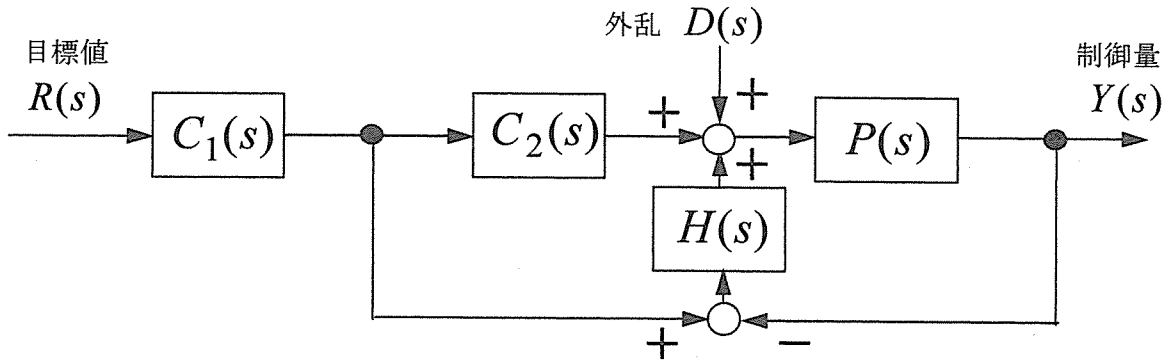

図3 フィードバック制御系
IV 図3のフィードバック制御系について考える。 $R(s)$, $Y(s)$, $D(s)$ は、それぞれ目標値 $r(t)$, 制御量 $y(t)$, 外乱 $d(t)$ のラプラス変換を表す。
まず、図3において、つぎの(1), (2)の問いに答えよ。
- (1) $R(s)$ から $Y(s)$ までの伝達関数を求めよ。
- (2) $D(s)$ から $Y(s)$ までの伝達関数を求めよ。
つぎに、図3において $P(s) = \frac{1}{s^2 + 2s + 3}$, $C_1(s) = \frac{1}{1 + \tau s}$, $H(s) = K_1$ とおく。 K_1 と τ は正の定数とする。つぎの(3), (4)の問いに答えよ。
- (3) 目標値 $r(t)$ を零とする。外乱 $d(t)$ が単位ステップ関数であるとき、制御量 $y(t)$ の定常値を 0.1 とする K_1 を求めよ。
最後に、図3において $P(s) = \frac{1}{s^2(s+2)}$, $H(s) = \frac{K_2(s+1)}{(s+4)}$, $C_1(s) = C_2(s) = 1$ とおく。 K_2 は実定数とする。つぎの(5)の問いに答えよ。